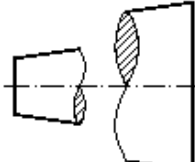

FIGURA 7
e) En piezas cónicas, la línea de rotura se indicará como en el caso anterior, mediante lazadas, si bien estas resultarán de diferente tamaño (figura 7).